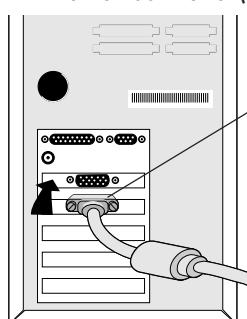

Figure A.1
2. Für den PC: verbinden Sie die 15-Nadel kleiner D-ERSATZ des geeigneten Signal-Kabels zum Verbindungsstecker der Auslage-Karte in Ihrem System (**Figure A.1**). Ziehen Sie alle Schrauben fest.